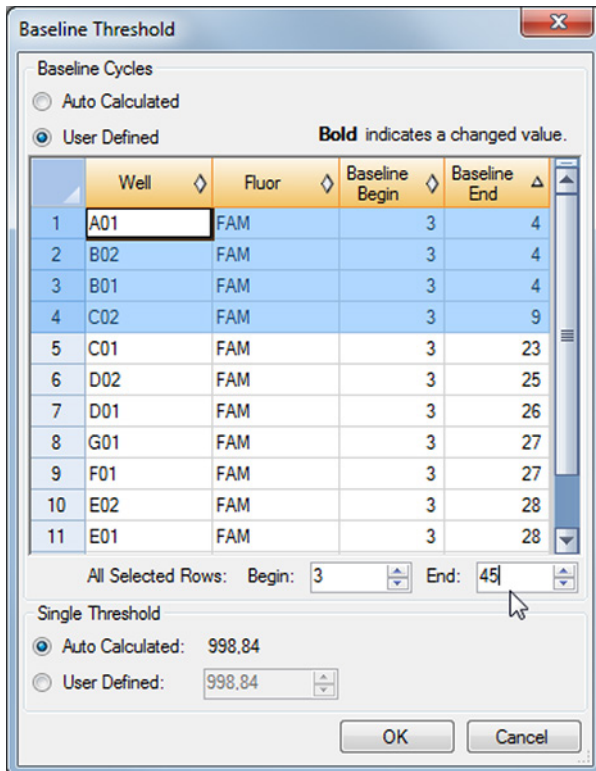

Abb. 5: Dialogfenster Baseline Threshold (Baseline-Schwellenwert)
3. Klicken Sie in der Menüleiste des Fensters Data Analysis (Datenanalyse) auf **Settings** → **Baseline Threshold...** (Einstellungen → Baseline-Schwellenwert...), um das Dialogfenster Baseline Threshold (Baseline-Schwellenwert) zu öffnen (siehe Abbildung 5).
5. Wählen Sie alle Zeilen mit einem **Baseline End** (Baseline-Ende) Wert zwischen 1 und 9 aus (siehe Abbildung 5).
6. Setzen Sie den Wert im Feld **End:** (Ende:) für die ausgewählten Zeilen auf 45 (siehe Abbildung 5).
9. Wiederholen Sie die Schritte 3–7 für die Detektionskanäle VIC™ (IC), ROX™ (HSV-1-Ziel) und Cy5 (HSV-2 Ziel).